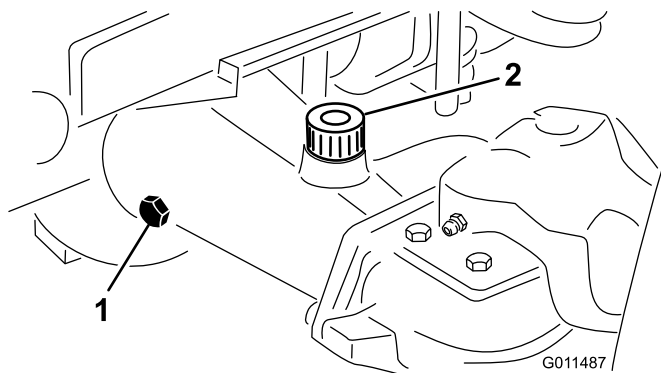

Figure 63
2. Enlevez un bouchon de contrôle à une extrémité du pont et vérifiez que le lubrifiant atteint la base de l'orifice (Figure 63).